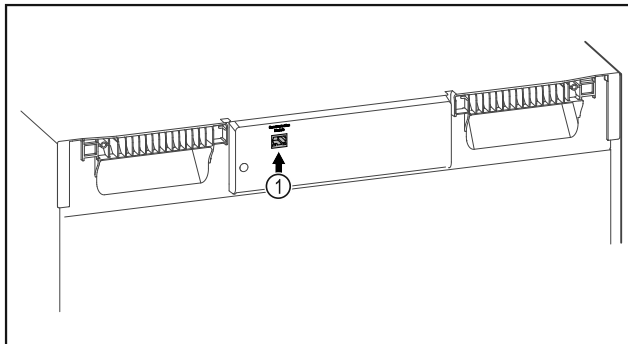

Fig. 115
- SmartModule Fig. 115 (1) är insatt.